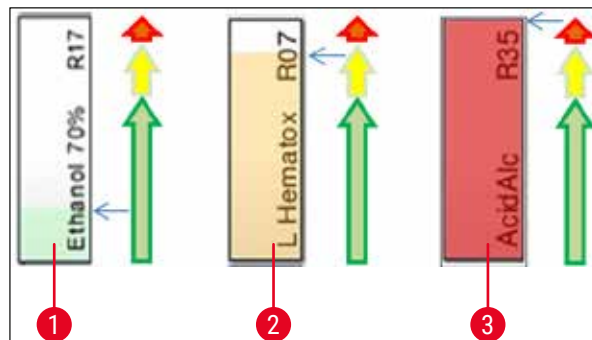

Abb. 72
- Eine Hintergrundfarbe (→ "Abb. 72")
- Die Hintergrundfarbe zeigt den Verbrauchsstatus des Reagenz an (→ "Abb. 72"). Hierbei wächst die Farbsäule bei fortschreitender Verwendung von unten nach oben und wechselt, je nach Verbrauchstatus, die Farbe.